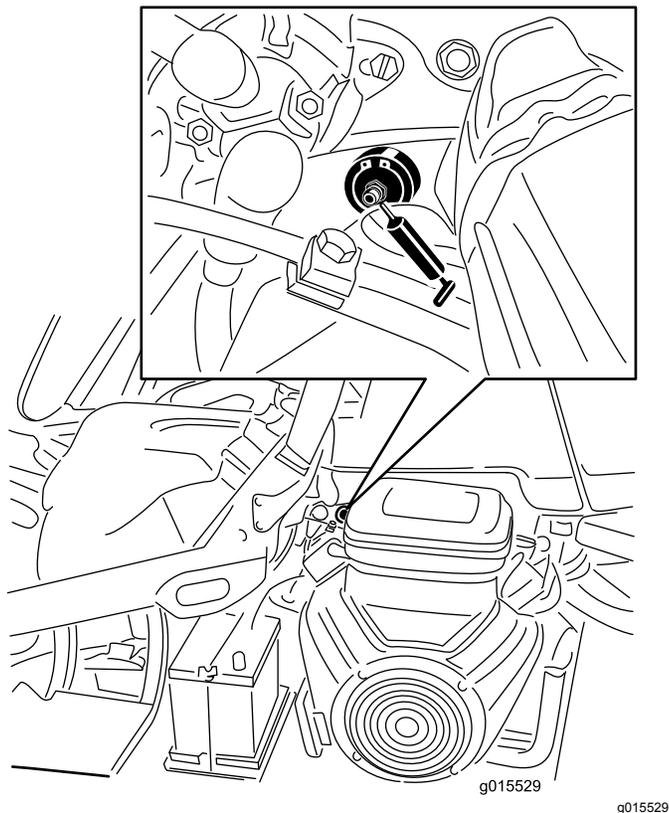

図 29
1. 異物を入れてしまわないよう、グリスニップルをきれいに拭く 図 29。